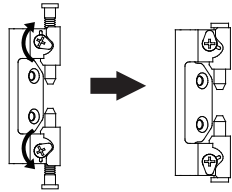

図4 蝶番ピンの固定の仕方
- ・扉の取付け時、ギャピンヒンジは扉の中央部より取付けてください。ギャピンヒンジねじ部を矢印方向に回し、確実に固定してください。(図4、5)